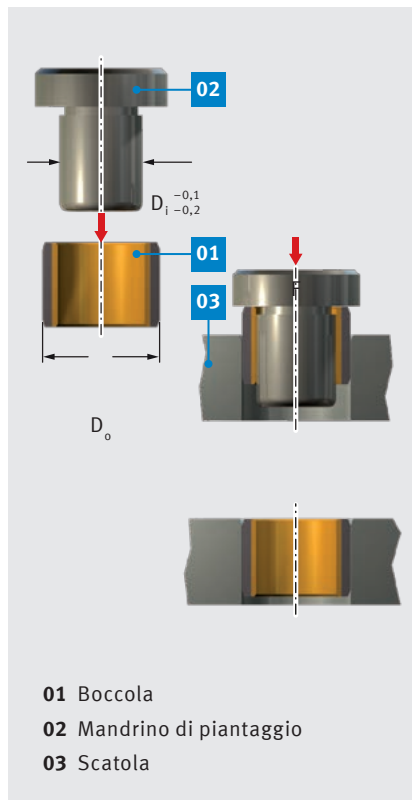

Fig. 52: Piantaggio a livello  $D_o \leq 55$  mm
- piantaggio a livello con mandrino senza anello ausiliario secondo fig. 52